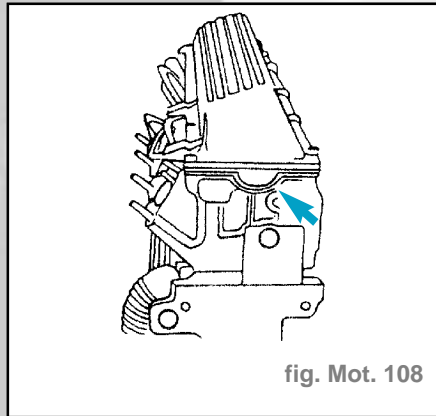

fig. Mot. 108
- Mettre en place le couvre-culasse, le serrer en colimaçon de l'intérieur vers l'extérieur, veiller au positionnement correct du joint à l'arrière de la culasse (fig. Mot 108).